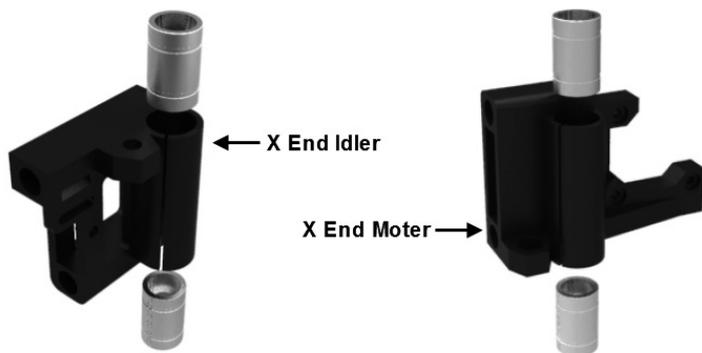

图 3-37 在 X End Idler 和 X End Motor 中安装 LM8UU
(1) 将两个 LM8UU 直线轴承安装到 X End Idler 中, 同样在 X End Motor 塑料件中也安装两个 LM8UU 直线轴承, 如图 3-37 所示。可以直接用手推送进去, 也可以用橡胶锤敲进去。